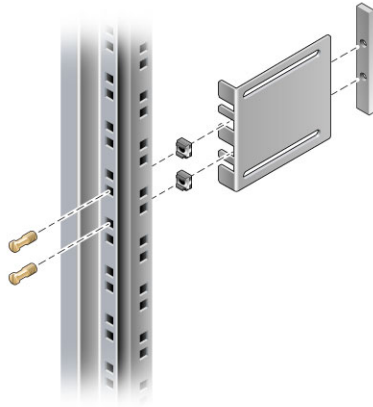

图 3-10 将托架固定到机架上
7. 将每个短托架提放到机架前部的所需位置，然后将短托架安装到机架的每个前立柱上（图 3-10）。
使用两颗铜质 M6 有环螺丝和两颗 M6 卡式螺母（如果需要）以及一个螺纹孔固定条固定每个托架（图 3-10）。
8. 将每个长托架提放到机架后部的所需位置，然后将长托架安装到机架的每个后立柱上（图 3-10）。